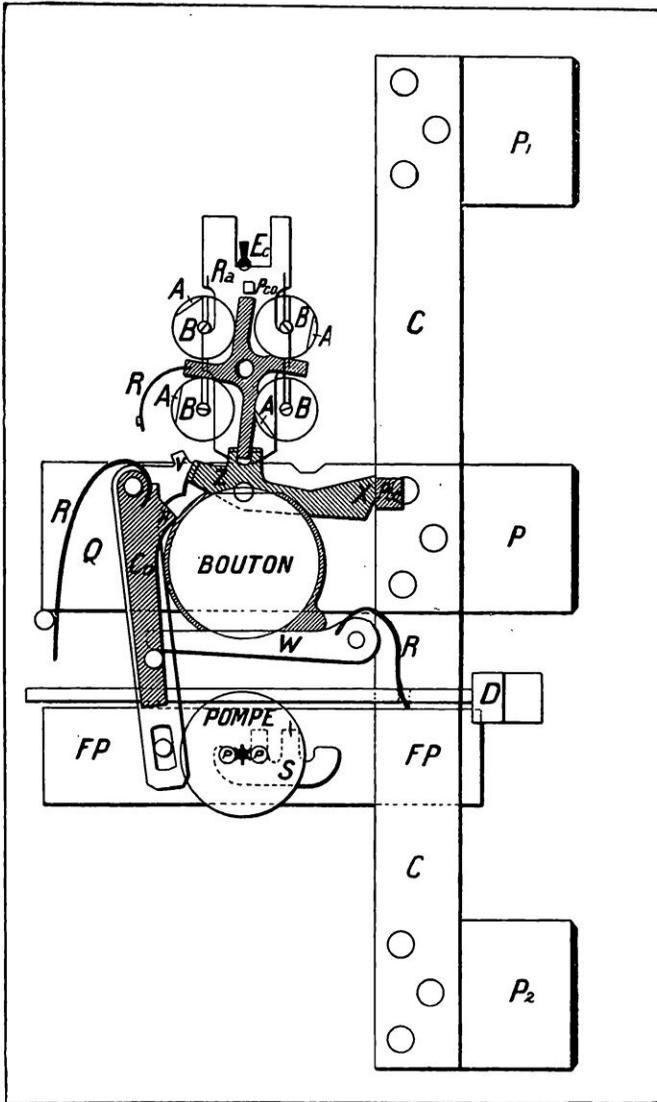

FIG. 18. — SERRURE DE COFFRE-FORT BAUCHE DANS SA POSITION DE FERMETURE
*P*, pènes ; *Ra*, contre-râteau ; *R*, ressort du contre-râteau ; *B*, disques des combinaisons pourvus d'un plan *A* (voir la figure précédente) ; *Z*, pièce de liaison entre le système de combinaison et le pêne *P*. (En basculant, l'extrémité *X* dégage le pied *P c o* fixé sur le pêne *P*) ; *V*, talon du levier *Y*, solidaire par son autre extrémité du faux pêne *F p* ; *p p*, pieds de la lanterne ; *P c o*, pied de retenue qui bloque le levier *W*, lequel bloque également par un plat le bouton d'ouverture du coffre. Les pènes *P P P* sont entraînés par la barre d'acier *C* ; *H*, talon du levier *Co* (fig. 18) sur lequel bute une came solidaire du bouton *B P*. La came repousse *Co* vers la gauche et l'extrémité libre de ce levier tire le petit verrou *D*. En examinant attentivement les deux figures, on pourra très aisément se rendre compte du déplacement des différents organes.
La serrure des coffres-forts (fig. 18 et 19),